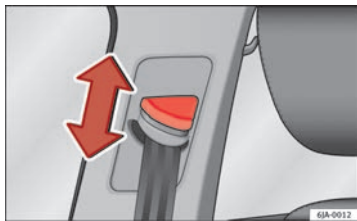

Abb. 16 Einbauort der Gurthöheneinstellung
- Drücken Sie den Umlenkbeschlag im oberen Bereich und halten Sie den Beschlag in dieser Stellung ⇒ Abb. 16.